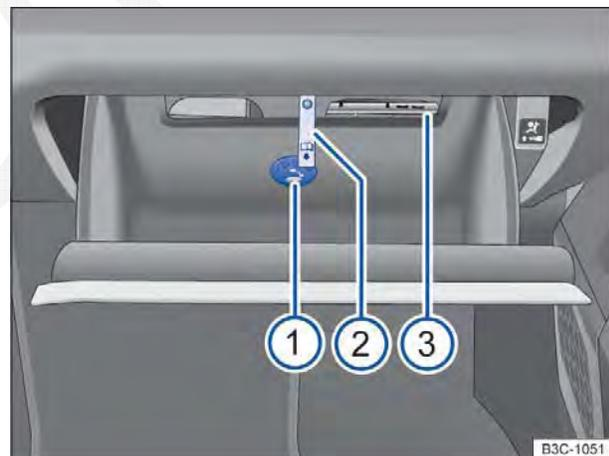

Fig. 119 Porta-luvas aberto.
O compartimento da literatura de bordo encontra-se no porta-objetos basculante superior ⇒ Fig. 119  ③.